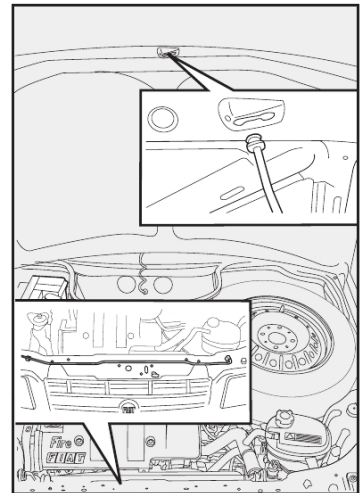

fig. 68
3) levantar o capô segurando-o pela parte central e, simultaneamente, soltar a vareta de suporte fig. 68 do seu dispositivo de bloqueio;
4) introduzir a extremidade da vareta na abertura do capô do motor fig. 68.
1) manter levantado o capô com uma mão e, com a outra, tirar a vareta fig. 68 da abertura e repô-la no seu dispositivo de bloqueio;